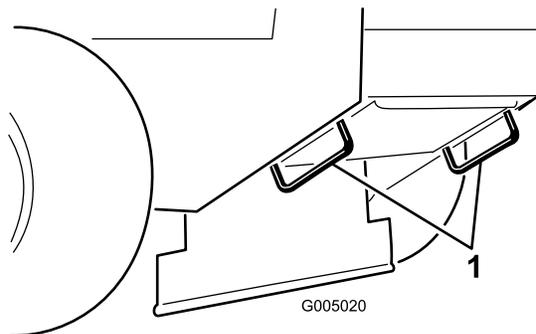

Bild 11
5. Befestigen Sie die Maschine mit den Metallbefestigungsschleifen und Riemen, Ketten, Kabel oder Seilen am Anhänger oder Pritschenwagen (Bild 11).